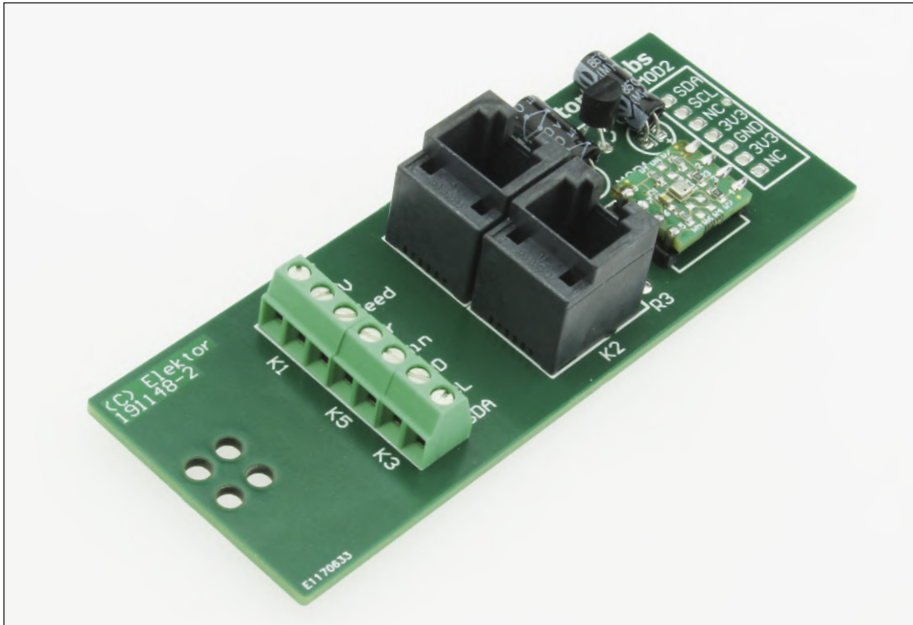

Bild 4. Fertige Anschlussplatine, von oben betrachtet. Hinter den RJ11-Buchsen befindet sich das kombinierte Druck/Feuchte/Temperatur-Sensormodul.
**Bild 4** zeigt die vom Elektor-Labor entworfene und auf elektrische